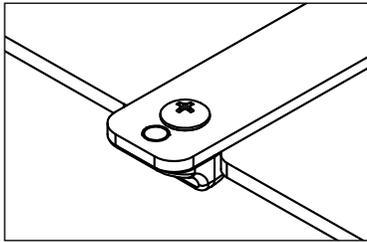

Fig. 2
2. Inserire le estremità di 2 barre di posizionamento nelle tacche di allineamento compatibili con il sistema Varian Exact® sul materassino per TC, tenendole distanziate di 1260 mm (normalmente corrispondenti a 9 tacche di allineamento); fare scattare le barre in posizione. (Fig. 2 e 3)